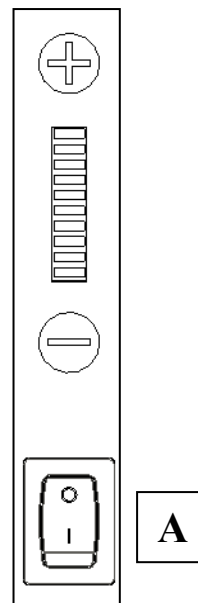
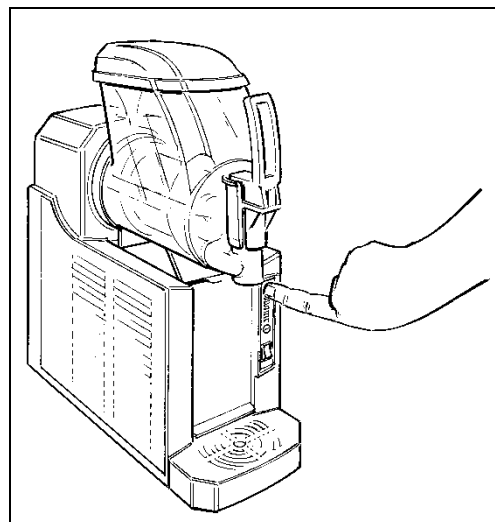

Fig. 24
Fig. 25
- Pour activer l'installation frigorifique en mode refroidissement et varier la consistance du produit, appuyer sur les touches + et - du clavier de commande (fig.25), en agissant sur la touche +, on notera une augmentation des LED allumés et, par conséquent, sa consistance augmentera; au contraire, en agissant sur la touche -, on verra diminuer les LED allumés avec une baisse conséquente de la consistance (fig.24).